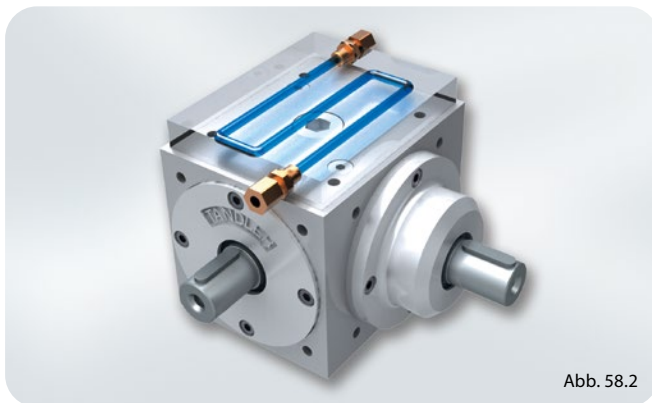

Abb. 58.2
Anstelle von Kühlrippen können auch Wasserkühlplatten (siehe Abb. 58.2) zum Anschluss an einen Wasserkühlkreislauf auf den Gehäuseseiten montiert werden. Hierdurch ergibt sich eine noch bessere Wärmeableitung.
*As an alternative to cooling fins, cross drilled aluminium plates (see fig. 58.2) can be mounted to the gearbox casing for connection to a water cooling circuit. This results in even better heat dissipation.*